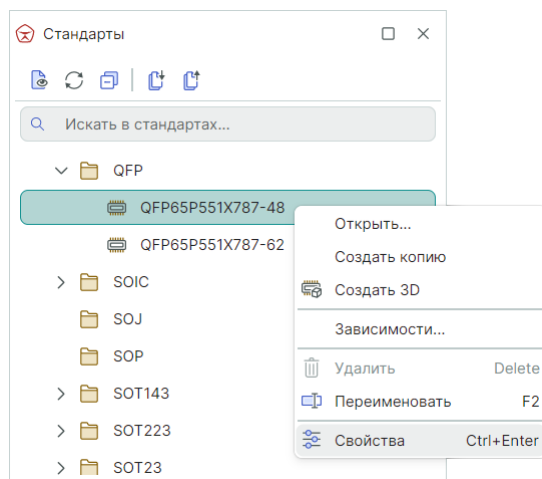

Рис. 124 Просмотр свойств корпуса
2. Вызовите контекстное меню и выберите пункт «Свойства» или воспользуйтесь горячими клавишами «Ctrl+Enter», см. Рис. 124.